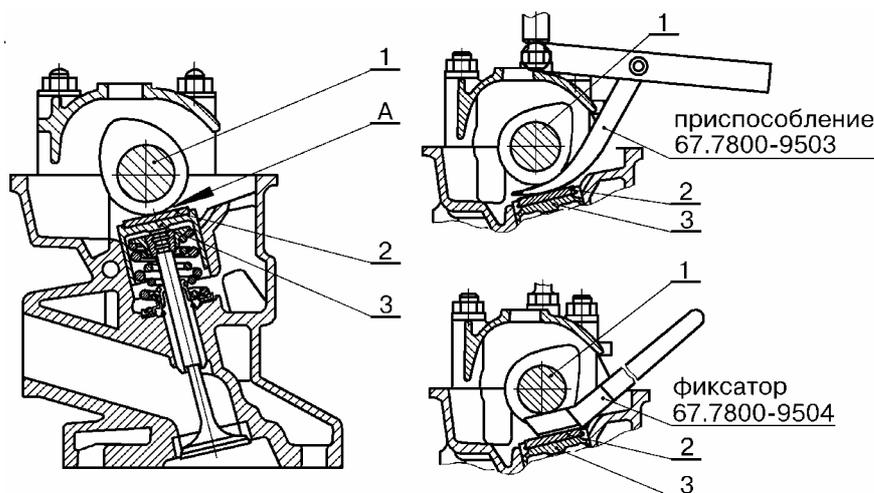

Рис.70.
- проверить и, при необходимости, отрегулировать зазоры в механизме привода клапанов. Величина зазора А, рис.70, между регулировочными шайбами 2 и кулачками должна быть $(0,20 \pm 0,05)$ мм для впускных клапанов и $(0,35 \pm 0,05)$ мм – для выпускных клапанов. Если величина зазора отличается от нормы, то приспособлением 67.7800-9503 утопить толкатель 3, зафиксировать его в нижнем положении фиксатором 67.7800-9504, установив фиксатор между распределительным валом 1 и кромкой толкателя 3 (приспособление 67.7800-9503, фиксатор 67.7800-9504, набор щупов);